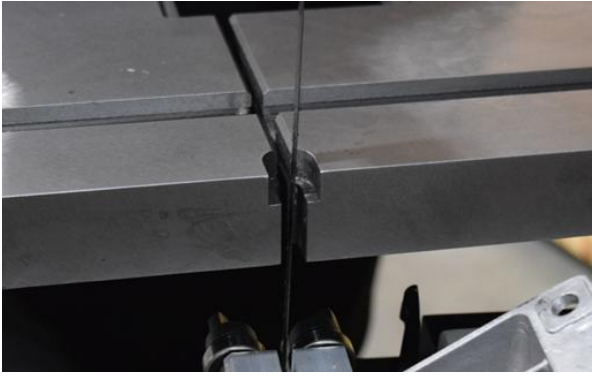
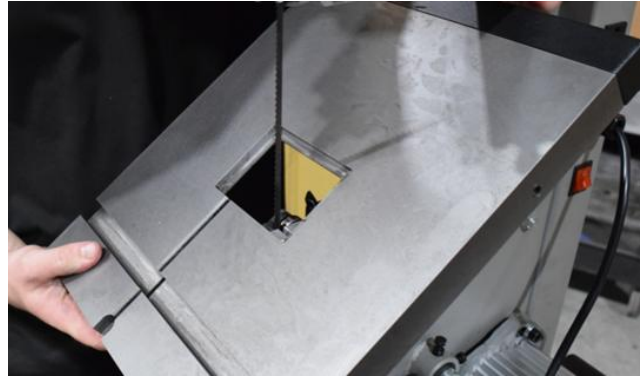

Abb. 20
Abb. 21
2. Setzen Sie den Tisch auf den Drehzapfen, wobei das geschlitzte Ende von der Maschine weg zeigen muss. Es wird empfohlen, dass eine Person den Tisch festhält, während die andere Person ihn befestigt (Abb. 20, Abb. 21).